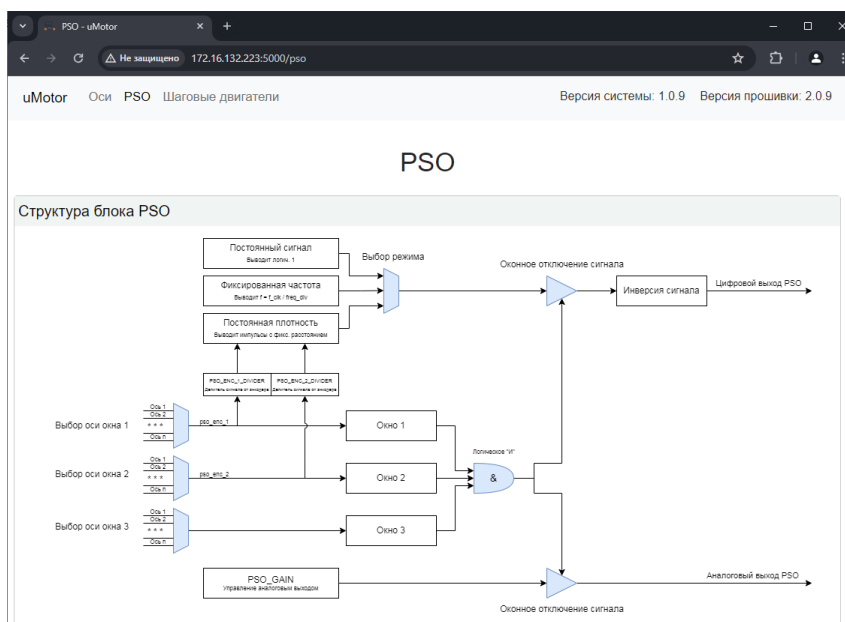

Рисунок 2.4. Блок-схема модуля PSO в веб-интерфейсе контроллера uMotor.
- Откройте страницу «PSO». Для этого на основной странице веб-интерфейса перейдите по ссылке «PSO», расположенной в верхнем меню основной страницы (рис. 2.4).